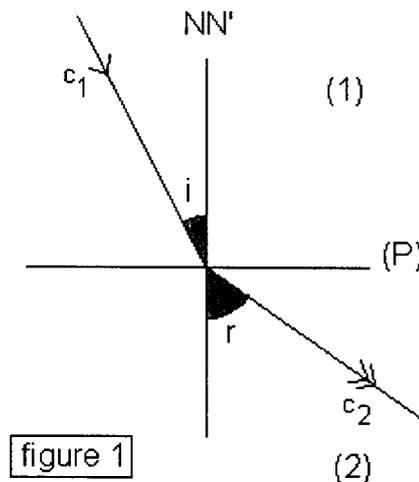

figure 1
1.1 - Un dioptré plan est composé de deux milieux réfringents (1) et (2) séparés par une surface plane (P) (**figure 1** ci-dessous).